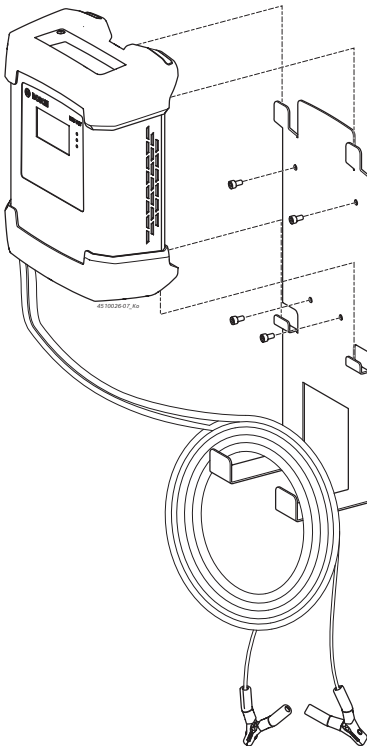

Abb. 2: BAT 645 mit Wandhalter
**I** Die vier Standfüße des BAT 645 müssen immer oben und unten an der Wandhalterung eingehängt werden. Ladeleitungen und Netzanschlussleitung können an der Wandhalterung eingehängt werden (siehe Abb. 2).